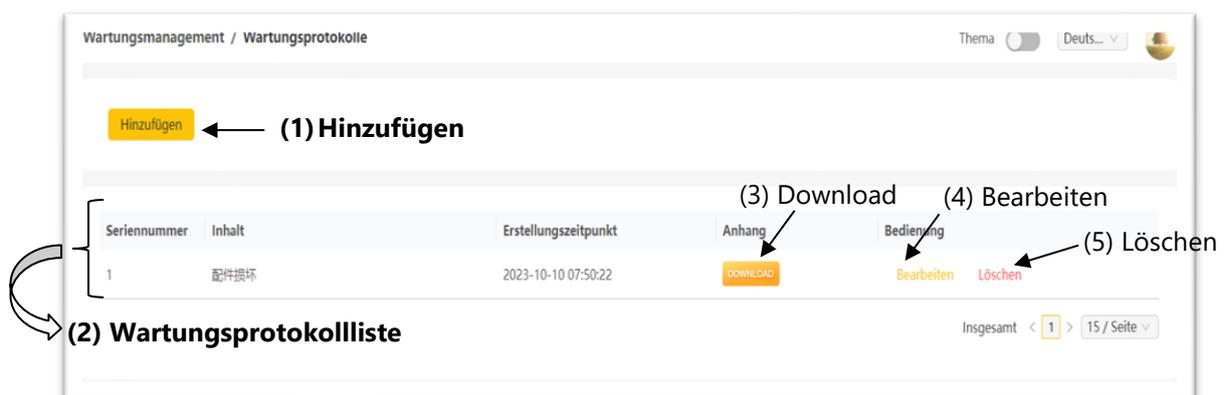
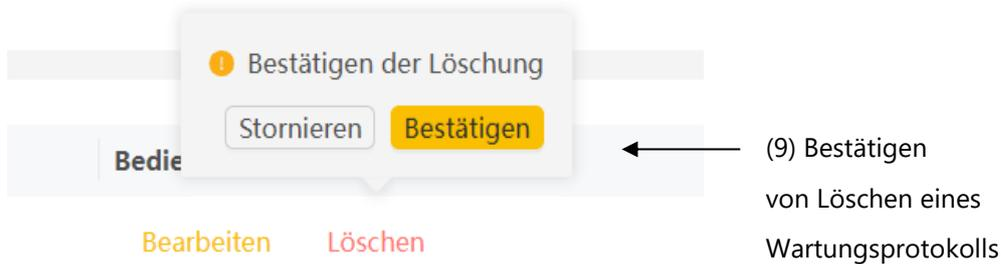

Abb. 11-1. Webseite für Wartungsmanagement.
Abb. 11-3. Löschen eines Wartungsprotokolls von der Wartungsprotokollliste.
AlphaCloud besitzt eine Funktion für das Wartungsmanagement, die entsprechende Webseite wird in der Abb. 11-1 dargestellt.
Um ein neues Wartungsprotokoll zu erstellen, können Sie auf „Hinzufügen“ klicken (siehe Abb. 11-1). Dann wird ein neues Fenster geöffnet (siehe Abb. 11-2).
Anschließend können Sie auf „Bestätigen“ (Abb. 11-2, (8)) klicken. Dann wird das Wartungsprotokoll erfolgreich erstellt und in der Wartungsprotokollliste angezeigt (siehe Abb. 11-1, unten).
(2) Wartungsprotokollliste
Für das Lesen eines Wartungsprotokolls von der Wartungsprotokollliste (siehe Abb. 11-1) können Sie auf dem Namen des Protokolls direkt klicken.
Falls das Wartungsprotokoll die Dokumente enthält, können Sie die Dokumente im Anhang mit Hilfe von „DOWNLOAD“ (Abb. 11-1, (3)) herunterladen.
Wenn Sie auf „Bearbeiten“ (Abb. 11-1, (4)) klicken, wird das Fenster von Abb. 11-2 erneut geöffnet. In diesem Fall können Sie die Informationen von dem erstellten Wartungsprotokoll korrigieren oder aktualisieren.
Falls Sie ein Wartungsprotokoll löschen möchten, können Sie auf „Löschen“ (Abb. 11-1, (5)) beim Wartungsprotokoll in der Liste klicken. Dann wird ein kleines Fenster geöffnet (siehe Abb. 11-3), und eine Bestätigung für das Löschen des Protokolls wird nachgefragt. Nach dem Klicken auf „Bestätigen“ (Abb. 11-3, (9)) wird das Wartungsprotokoll erfolgreich von der Wartungsprotokollliste gelöscht.